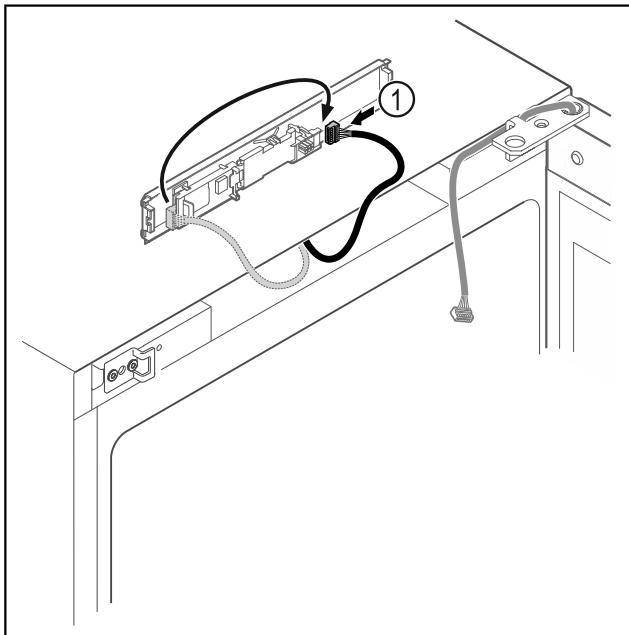

Fig. 17
- Ponovno spojite utikač Fig. 17 (1) na tiskanu pločicu.